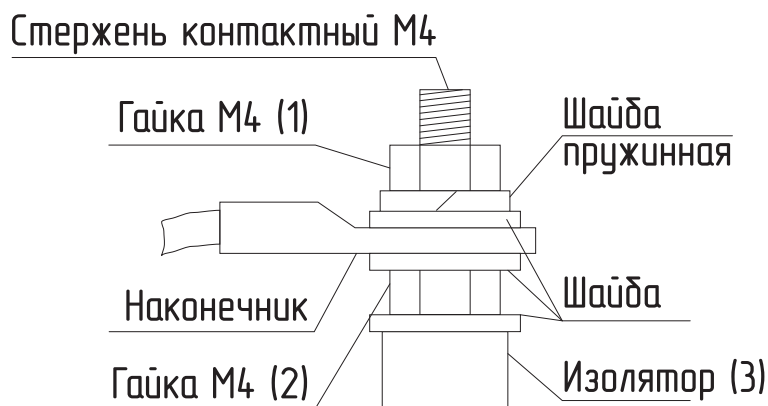

Рис.10 Присоединение проводов к выводам блок ТЭН
- Гаек на контактных стержнях ТЭН с усилием 1,8 Нм (**см. Рис.10**);
- при замене блок ТЭН присоединение фазных проводов к выводам блок ТЭН производить согласно **Рис.10**. Сечение кабеля указано в **Таб.1**;
- провод нейтрالي N подключить на перемычку блока ТЭН (**Рис.10**).